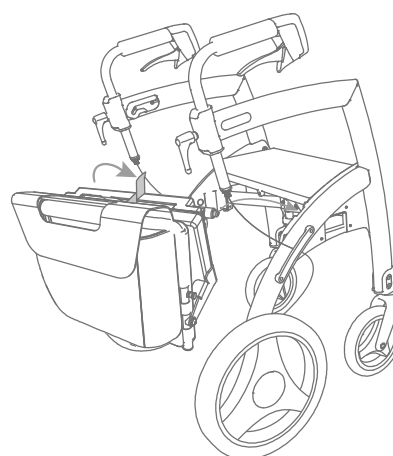
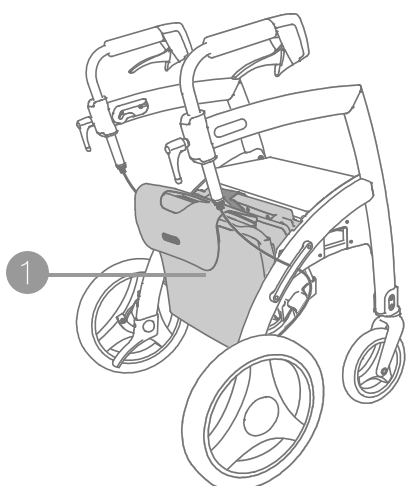

Figure 37: Attacher le kit fauteuil roulant.
Figure 38: Le kit fauteuil roulant fixé.
- c. Placez le kit fauteuil roulant Rollz dans les deux encoches situées derrière le siège (**Figure 37**) et (**Figure 38**).
- a. Fixez le kit fauteuil roulant dans le Rollz Motion Electric avant de sortir (**Figure 37**).